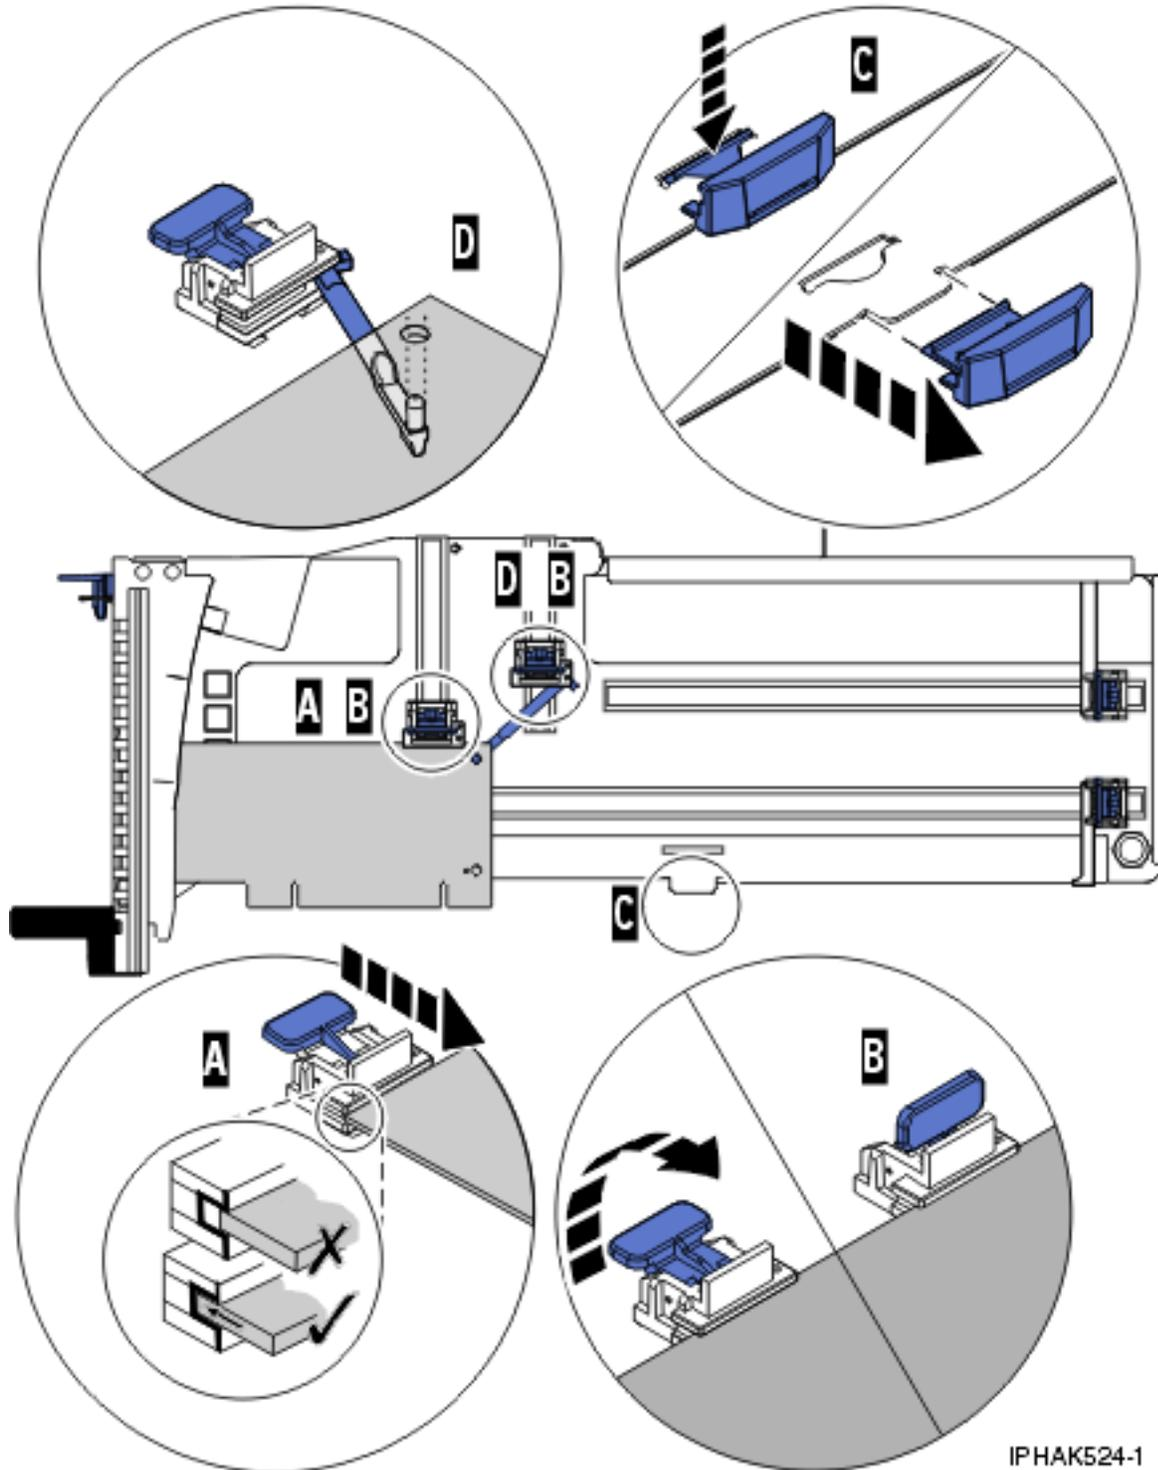

Figure 96. Installation d'une carte courte dans la cassette de cartes PCI (crochets de retenue et crochet en place)
- a) Retirez le stabilisateur de carte (C). Pour plus d'informations, voir figure 96, à la page 207.
- b) Placez le crochet (D) dans le trou figurant dans le coin de la carte. Il permet de maintenir la carte si cette dernière se déboîte du connecteur sur le fond de panier.
- c) Placez et verrouillez les crochets de retenue (B).
- d) Vérifiez que le bord de la carte est emboîté dans chaque rainure de retenue (A). Si la forme de l'adaptateur ou la présence d'un connecteur empêche le bord de l'adaptateur de reposer dans la rainure de retenue, vérifiez que le crochet de retenue est toujours maintenu fermement contre le bord ou le connecteur.